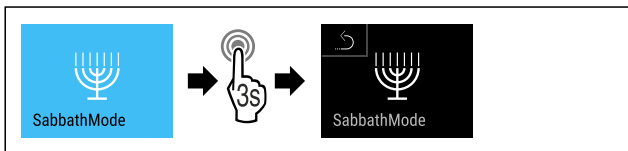

Fig. 72
- ▶ Wykonać czynności (patrz Fig. 72).